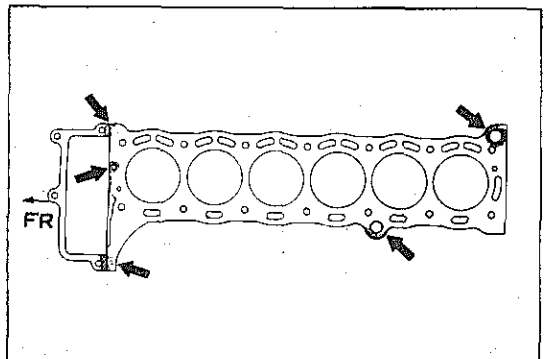

図1-2-8 シール パツキン塗布
⑦シリンダ ヘッド ガスケットにシール パツキン No.102を塗布する (図1-2-8参照)。
⑧シリンダ ヘッドの脱着はボルトを2~3回に分けて正しい順序でゆるめまたは締め付ける。ゆるめ時、前側の12mmのボルト4本をゆるめてから17mmのボルトをゆるめ締め付けは逆に行なう。
⑨シリンダ ヘッド ボルトの締め付けは次のように段階的に行なう。